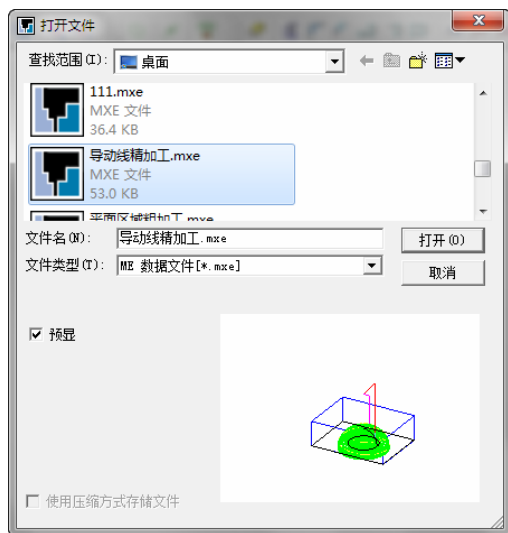

图 5-19 “打开文件”对话框
1) 选择下拉菜单“文件”→“打开”命令，弹出“打开文件”对话框，如图 5-19 所示。